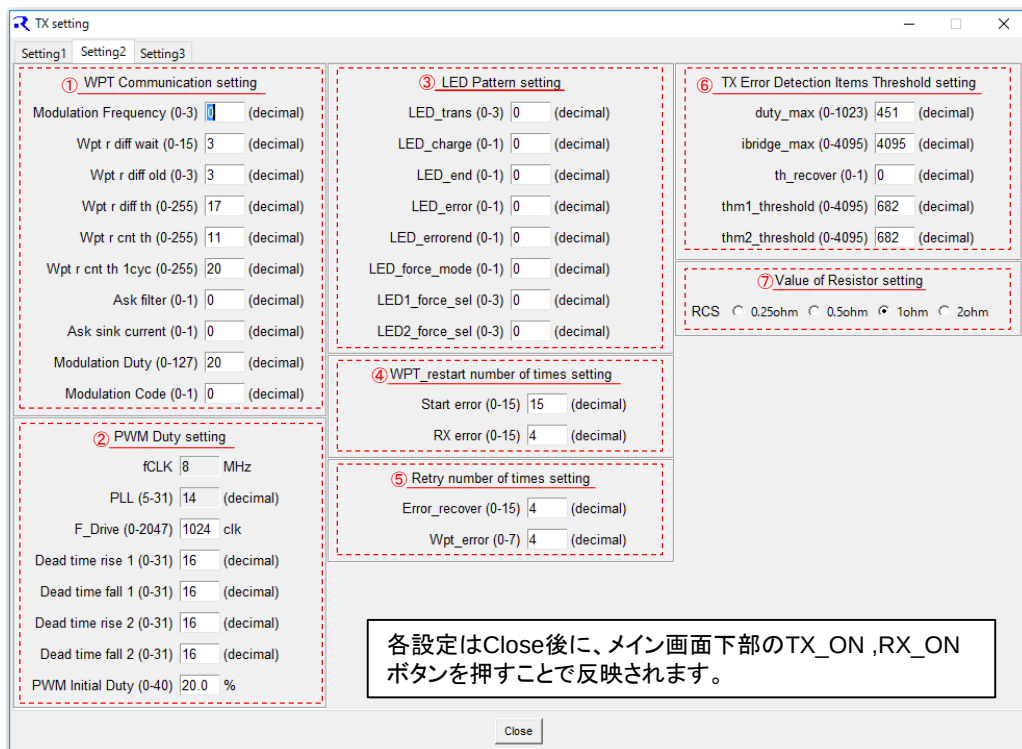

図6.4 TX setting_Setting2 画面
Setting2(図6.4)では送電側の各種設定を行います。必要に応じて①～⑥を設定して下さい。